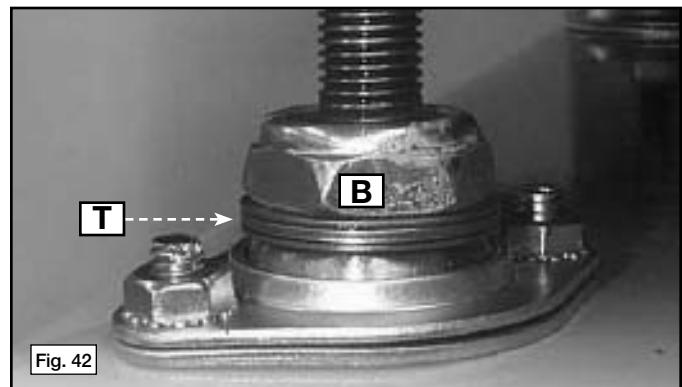

Fig. 42
- Un contre-écrou de 19 mm (3/4 po) se trouve à la base de trois des boulons d'élévation (B), Fig. 42. Sous cet écrou, il y a une rondelle de butée, un palier de butée et une autre rondelle de butée (T), Fig. 42.